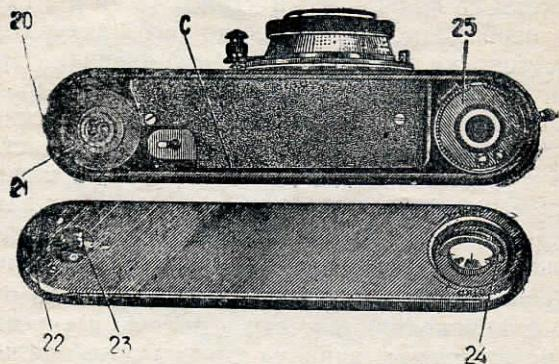

Рис. 3.
1. Как открыть и закрыть фотоаппарат (рис. 3)